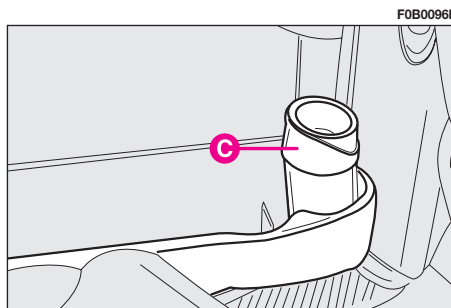
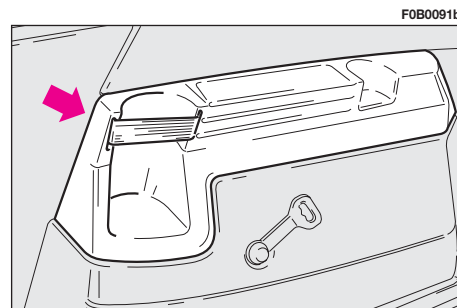

fig. 125
fig. 126
– compartimientos portabotellas - portavasos - portalatas ubicados en los paneles laterales de la segunda fig. 125 y tercera fila fig. 126; además, los compartimientos portabotellas se pueden utilizar para colocar un contenedor extraíble para la basura **C**-fig. 125;